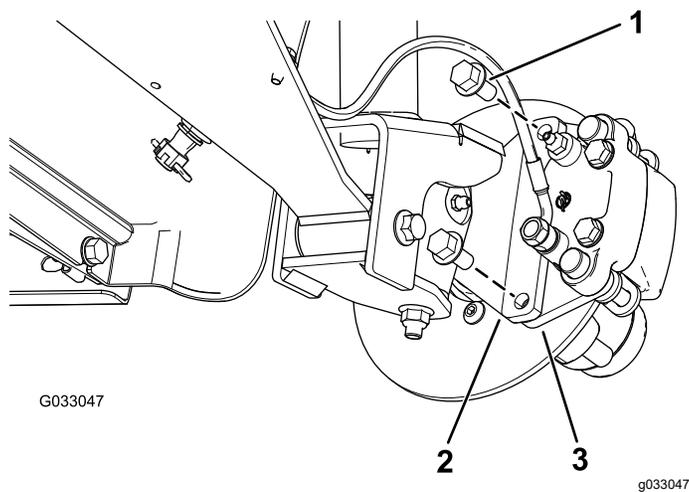
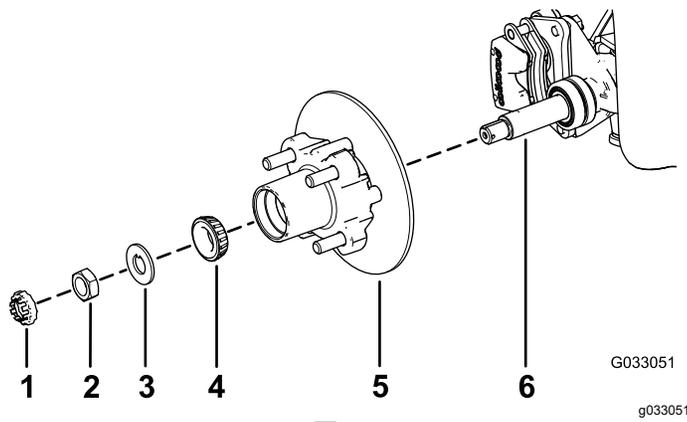

図 27
図 31
3. ブレーキアセンブリ用のブラケットをスピンドルに固定しているフランジヘッドボルト $\frac{3}{8}$ " x $\frac{3}{4}$ "を外してスピンドルからブレーキを取り外す 図 27。
1. スピンドルに所定のグリスを薄く塗る 図 31。
2. ハブとロータをスピンドルに取り付ける。ロータを内側にすること 図 31。
3. スピンドルに外側ベアリングを取り付けてレースにはめる 図 31。
4. スピンドルにタブワッシャを取り付ける 図 31。
5. スピンドルにスピンドルナットを取り付け、ハブを回してベアリングを着座させながらナットを 15 N·m 1.52 kg·m = 11 ft·lb に締めつける 図 31。
- ブレーキパッドをロータのそれぞれの側に合わせ 図 27、キャリパブラケットの穴と、スピンドルフレームのブレーキ取り付け部の穴を整列させる 図 31。
- キャリパブラケットをスピンドルフレームに固定する 図 27 フランジヘッドボルト $\frac{3}{8}$ " x $\frac{3}{4}$ " 2本を使用する。